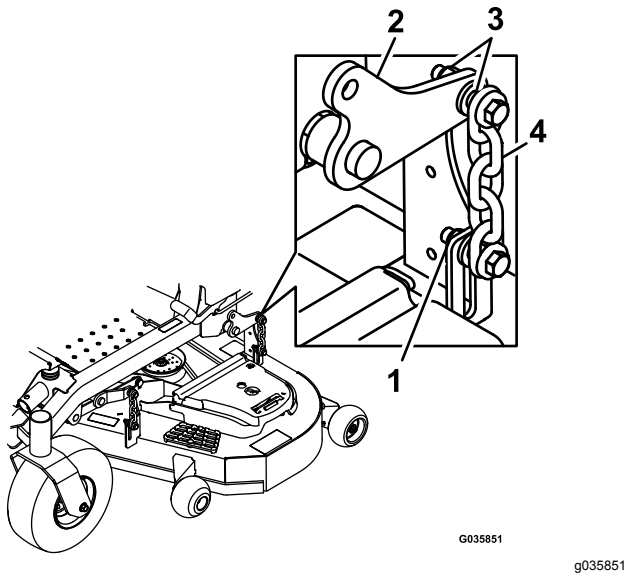

Figura 84
- 14. Afloje las contratuercas (Figura 84) en las cuatro esquinas y asegúrese de que la carcasa de corte quede bien asentada sobre los cuatro bloques.